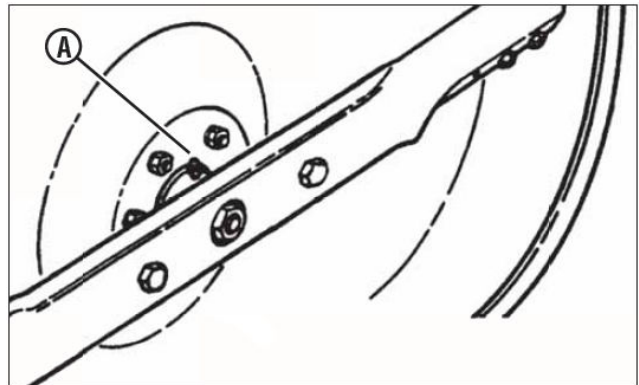

Рис. 24. Смазочный фитинг вала привода ножа
4. Смажьте вал в местах смазки (А, рис. 24), трижды нагнетая смазку из шприца.